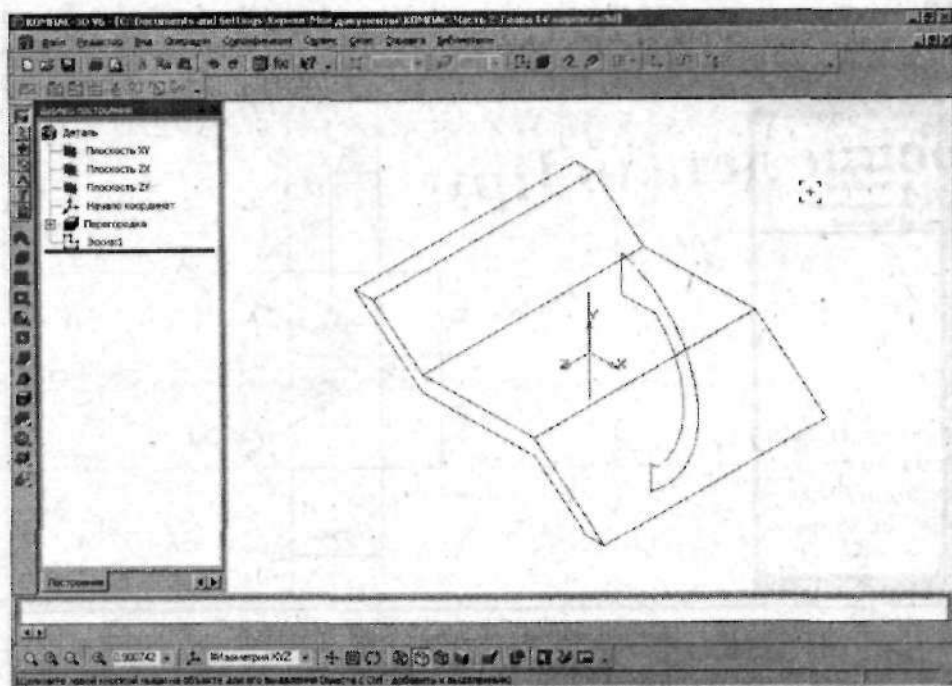

Рис. 2.126. После того как вы построили эскиз, измените ориентацию детали на #Изометрия XYZ
6. На панели инструментов Вид из выпадающего меню Текущая ориентация выберите тип ориентации #Изометрия XYZ (рис. 2.126).